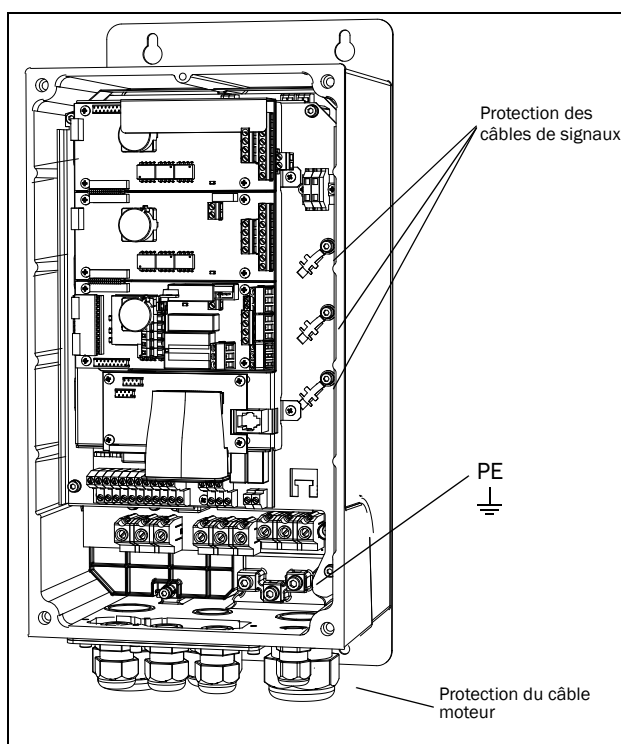

Fig. 34 Protection des câbles pour les modèles 019 - 046.
- La nappe de connexion – voir fig. 34 – est uniquement nécessaire si la platine de montage est peinte. Tous les convertisseurs ont l'arrière non peint et conviennent donc pour un montage sur une platine non peinte.